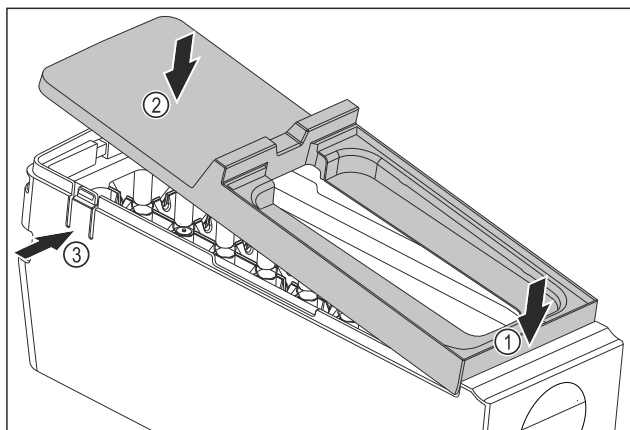

Fig. 144
- Montaż osłony korpusu EasyTwist-Ice: Osłonę założyć od przodu. Fig. 144 (1)
- Opuścić osłonę z tyłu. Fig. 144 (2)
- Osłona zatrzaskuje się słyszalnie w obu nakładkach Fig. 144 (3).